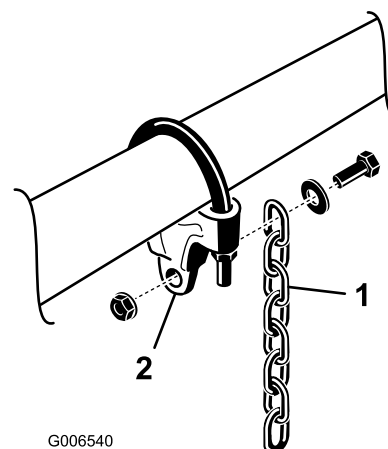

Figure 7
5. Montez une chaîne de relevage sur chaque support de chaîne avec une vis, une rondelle et un écrou, en positionnant l'ensemble comme illustré à la Figure 7